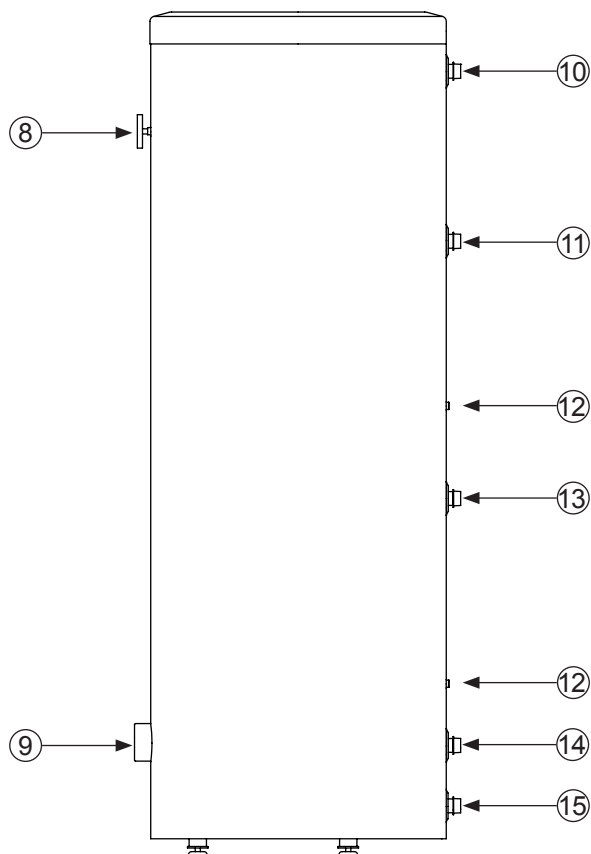

Рис. 3 Вид сбоку водонагревателя W-E 220.81 R.
2. Подсоединить снабжение горячей воды (11) [10 для **Рис. 3**].
3. Подсоединить подачу холодной воды с необходимой предохранительной арматурой (16) [15 для **Рис. 3**].